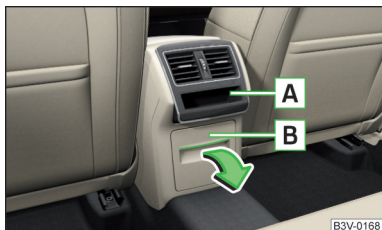

Fig. 98
În consola centrală din spate se găsesc, în funcție de echipare, un compartiment de depozitare deschis **A** și un compartiment de depozitare cu închidere **B** » fig. 98.
- Pentru **deschiderea** compartimentului de depozitare **B**, trageți de partea superioară a adânciturii și deschideți compartimentul în sensul săgeții » fig. 98.